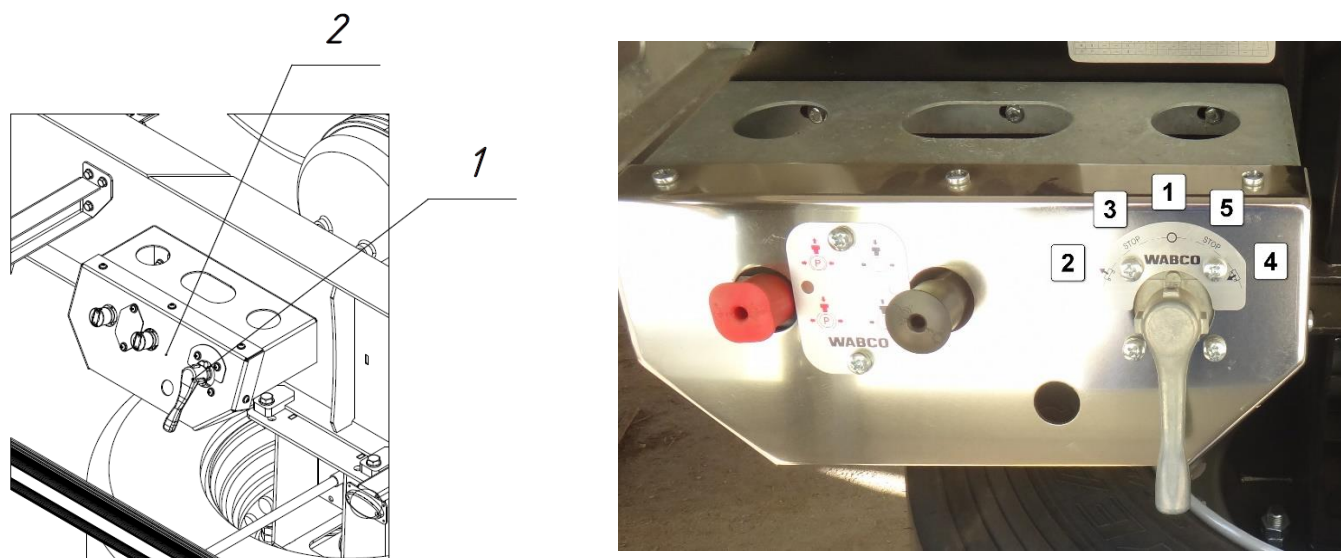

Рис. 1.6 - Пульт управления пневмоподвеской с краном
В случае обрыва соединительных шлангов между тягачом и полуприцепом, полуприцеп самозатормаживается. Для растормаживания (и затормаживания) полуприцепа используется кран (3) с механическими кнопками, расположенный на пульте управления (см. рис. 1.6).
Стояночная тормозная система полуприцепа приводится в действие вручную с помощью кнопок крана (4), расположенного на пульте управления (см. рис. 1.6). Затормаживание происходит за счёт тормозных камер с энергоаккумуляторами (15).